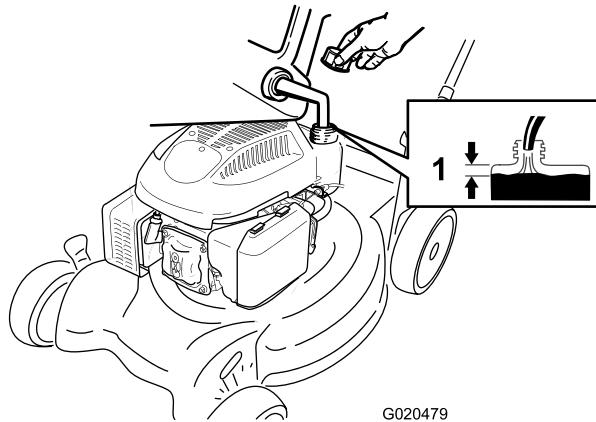

Figura 10
1. Limpie la zona alrededor del tapón del depósito de combustible y retire el tapón del depósito (Figura 10).